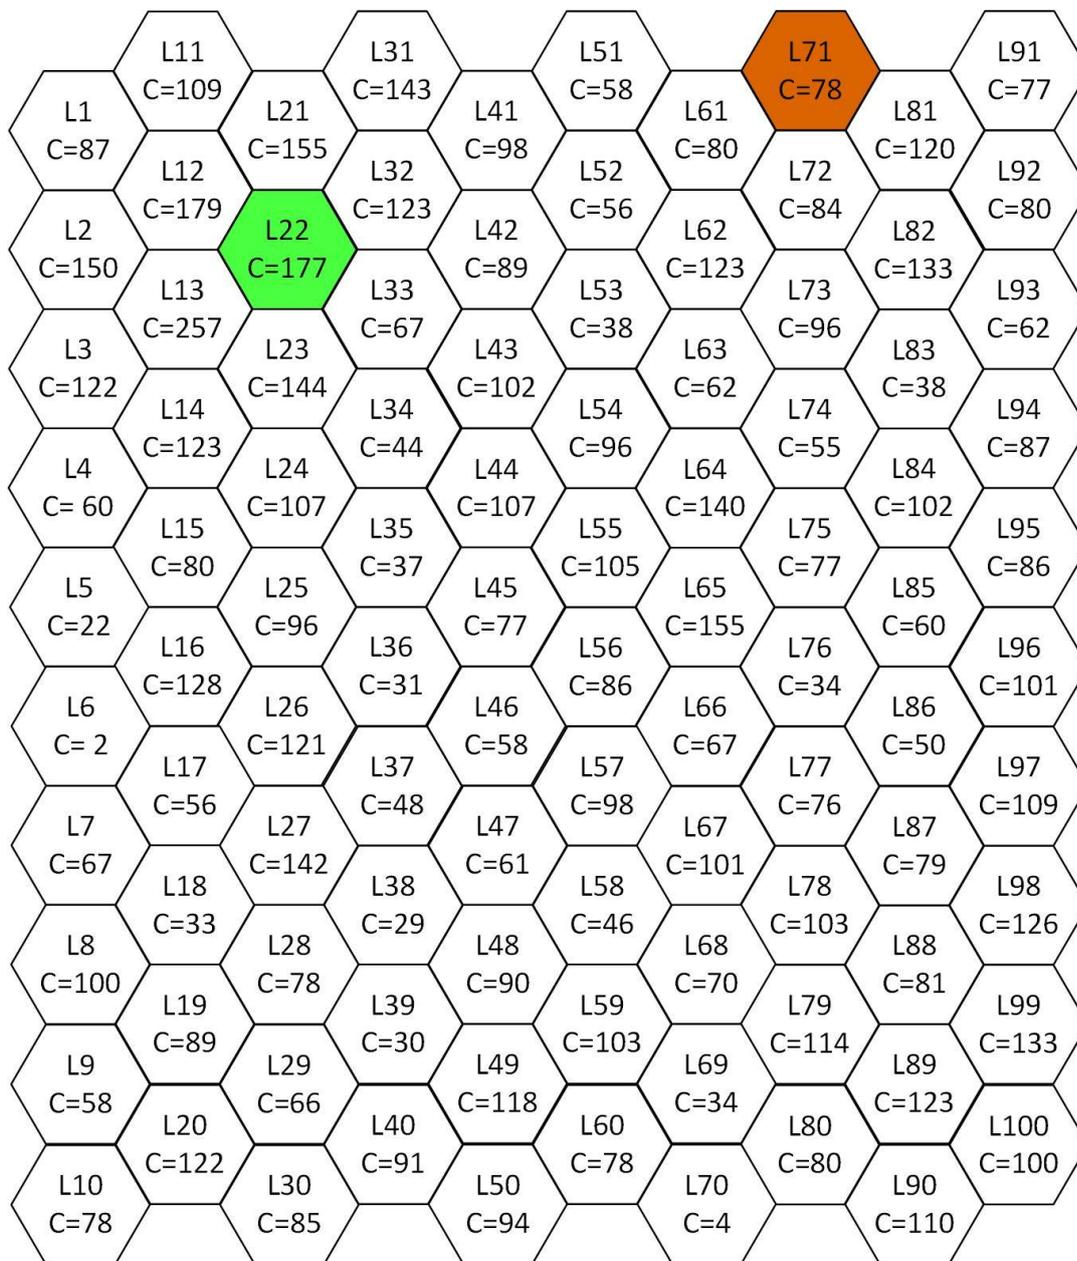

Figure 4.4: Tabu-search
- Führen Sie den Tabu-search Algorithmus auf der in Figure 4.4. gegebenen Lösungsmenge jeweils für die zwei unterschiedlichen Startpunkte „L22“ und „L71“ aus. Der Algorithmus soll mit der Stop-condition „stop_cond < 5“ beendet werden und verfügt über eine Tabu-Liste der Länge 8.